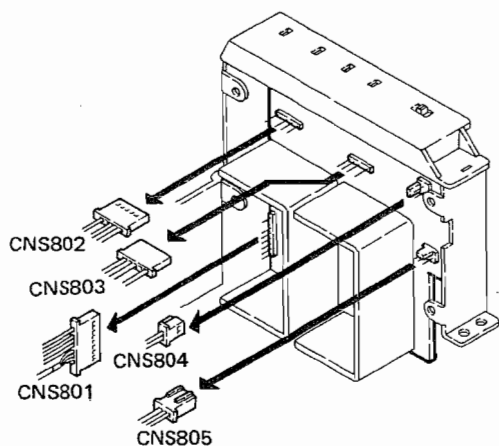

Figure 8-5
1. Remove five sockets at the power amplifier P.W.B. See Fig. 8-5.
1. Die fünf Steckbuchsen der Endverstärkerleiterplatte entfernen. Siehe Abbildung 8-5.
1. Enlever les cinq douilles situées sur la plaquette de montage imprimé de l'amplificateur de puissance. Voir la Figure 8-5.